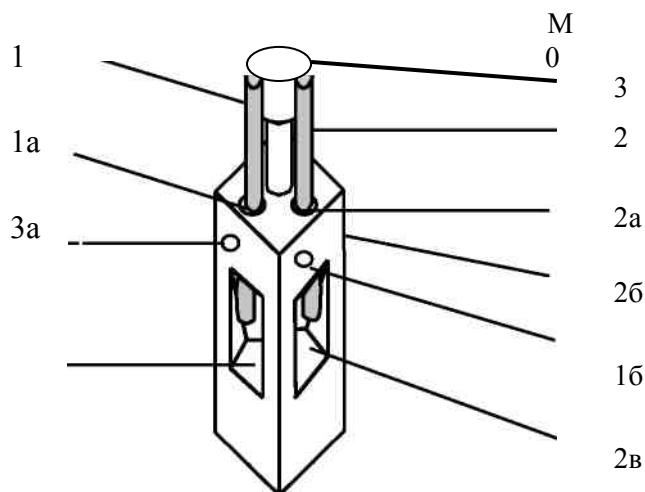

Рис. 1.8 Оптический разъём.
Волоконно-оптическая линия состоит из жгута оптических волокон, вклеенных с одного конца в объединительную втулку, а с другого – во втулки. В качестве адаптера между прибором и ВОЛС используется оптический разъем. ВОЛС служит как для передачи возбуждающего света на поверхность объекта, так и для передачи рассеянного света (или излучения люминесценции) от объекта в канал регистрации анализатора. Установка входного и выходного концов ВОЛС произведена однозначным образом. Втулка (1) развернута таким образом, чтобы вклеенное в нее волокно, образующее входную щель, располагалось вертикально, а втулка (2) развернута таким образом, чтобы выходная щель располагалась горизонтально. Оптический разъем (рис. 1.8) с подсоединенным через втулки (1) и (2) жгутом помещается в кюветное отделение прибора таким образом, чтобы зеркала 1в и 2в были ориентированы в направлении возбуждающего и регистрирующего каналов соответственно.